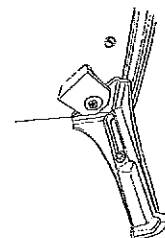
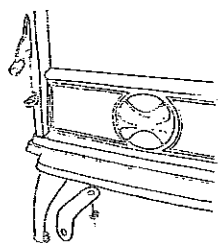

Fig. 2 Montering bein
Fig. 3 Holder til dørhåndtak
2. Legg peisovnen forsiktig på ryggen og monter bein som vist på fig. 2 (bein er justerbare fra 220-300 mm), og holder for betjeningshåndtak (vinkeljern med to hull). Fig. 3.